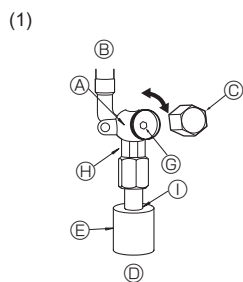

Fig. 4-5
- (1) Lato gas (Fig. 4-5)
- ① Togliere il cappuccio e girare fino a quando è possibile l'asta della valvola in senso antiorario utilizzando una chiave esagonale di 4 mm. Smettere di girare quando si urta l'otturatore.